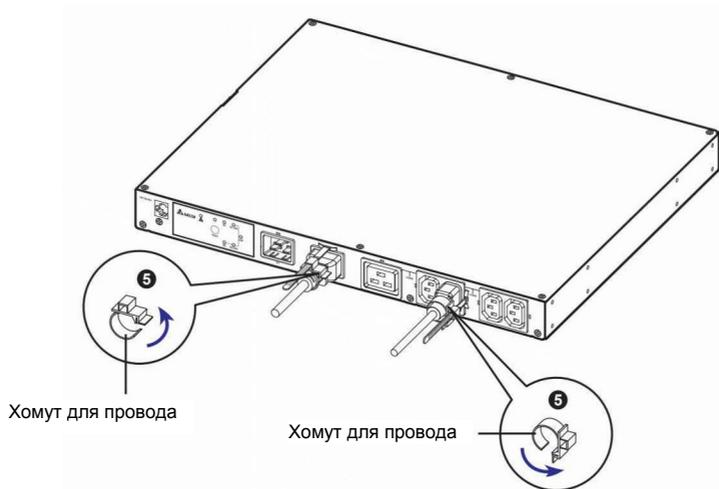

Рисунок 5-4.
В. Защелкните хомут (5). См. **Рисунок 5-4**.